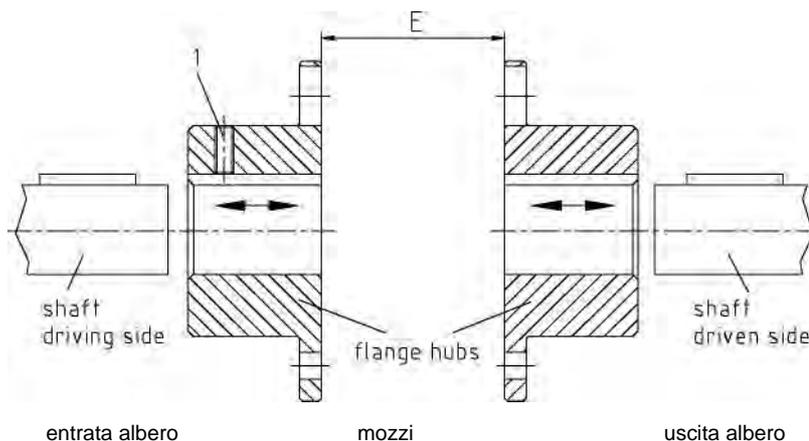

figura 21: montaggio dei mozzi
- Montare i mozzi sul lato di entrata e di uscita dell'albero (figura 21).